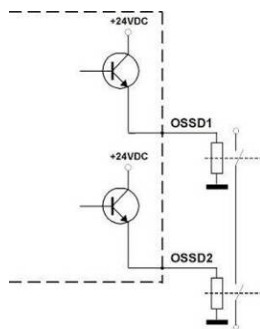

Figure 30
- Les contacts de sécurité OSSD 1 et OSSD 2 ne peuvent pas être connectés en série ou en parallèle, mais plutôt ils doivent être utilisés séparément (Figure 30), en conformité avec les conditions de sécurité requises de l'établissement.